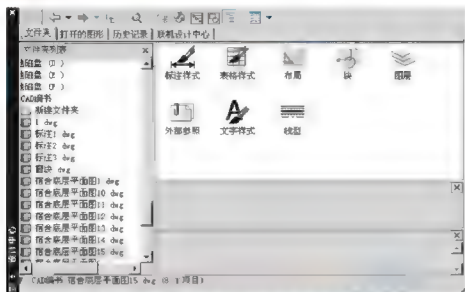

图 3.132 在【设计中心】选择底层平面图
字样式等设定信息表,如图 3.132 所示。
(6) 单击左上部的【上一级】图标,则右侧显示如图 3.132 所示的内容。